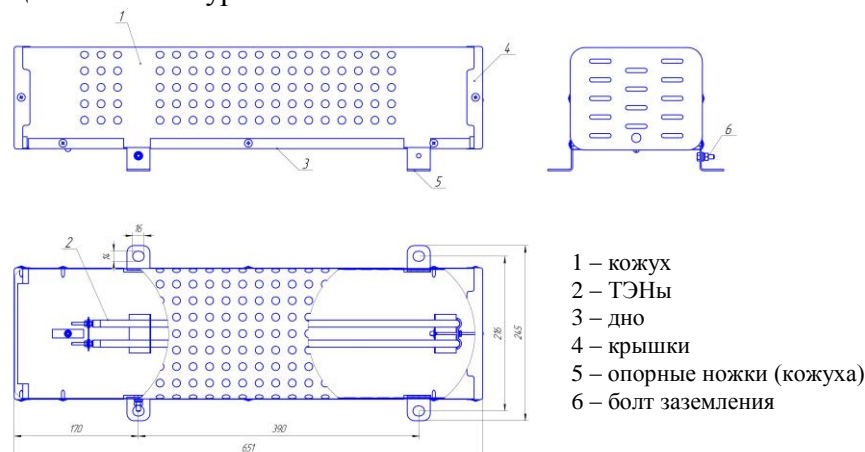

Рис.1 Общий вид печи ПЭТ-4
5.1 Печь представляет (см. рис.1) собой кожух 1, внутри которого расположены трубчатые электронагревательные элементы 2 (ТЭН). Кожух выполнен из листовой перфорированной стали, имеет четыре ножки 5 с болтом заземления 6 на одной из ножек. Печь снизу закрыта